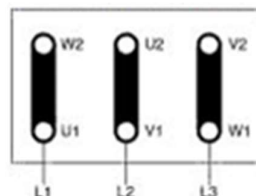

Figura 1
Le connessioni elettriche devono sempre essere eseguite da un elettricista esperto qualificato. I motori forniti devono essere alimentati con tensioni trifasi o se richiesto dal cliente, monofase. Il tipo di connessione nei motori trifasi può essere a stella (Y) o a triangolo ( $\Delta$ ) in accordo alla linea di alimentazione 400 o 230 VAC (vedere figura 1).